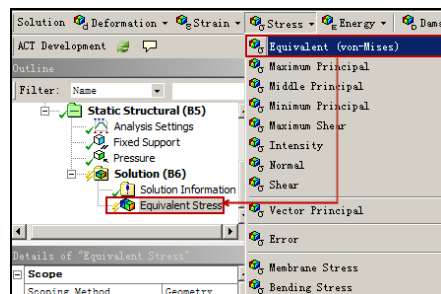

图 1-47 添加等效应力选项
- 步骤 02** 选择 Solution 工具栏中的 Stress (应力) → Equivalent (von-Mises) 命令, 此时在分析树中会出现 Equivalent Stress (等效应力) 选项, 如图 1-47 所示。